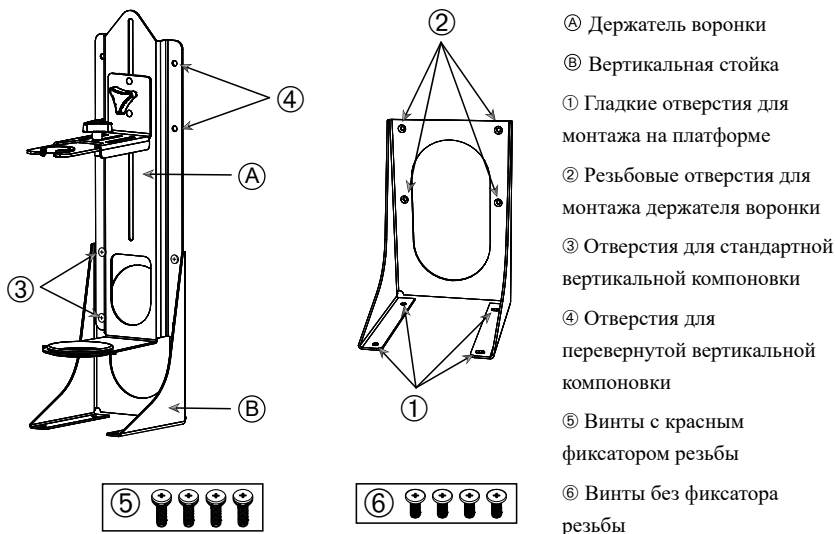
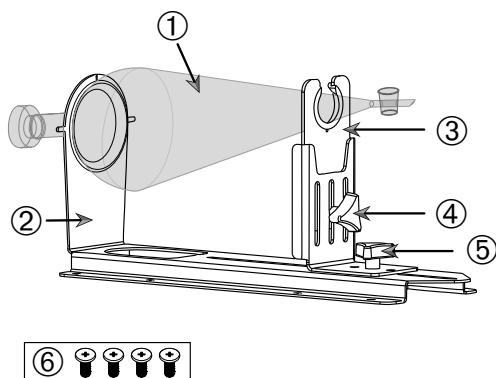

Рисунок 91: Держатель делительной воронки (слева) с принадлежностями для вертикальной стойки (справа)
Рисунок 92: Блок держателя делительной воронки
На Рисунок 91 показан ⑤ блок держателя делительной воронки ⑥ с соответствующими принадлежностями для вертикальной стойки друг около друга.
2. Выверите его по четырем монтажным отверстиям держателя воронки (② на Рисунок 91) вертикальной стойки:
- а. Используйте отверстия для стандартной вертикальной компоновки (③ на Рисунок 91), чтобы кран воронки был направлен вниз.
- б. Используйте отверстия для перевернутой вертикальной компоновки (④ на Рисунок 91), чтобы кран воронки был направлен вверх.
- с. Зафиксируйте держатель делительной воронки входящими в комплект поставки винтами (⑤ на Рисунок 91) на вертикальной стойке.
3. Зафиксируйте блок держателя делительной воронки входящими в комплект поставки держателя винтами (⑥ на Рисунок 91 и Рисунок 92) на платформе.